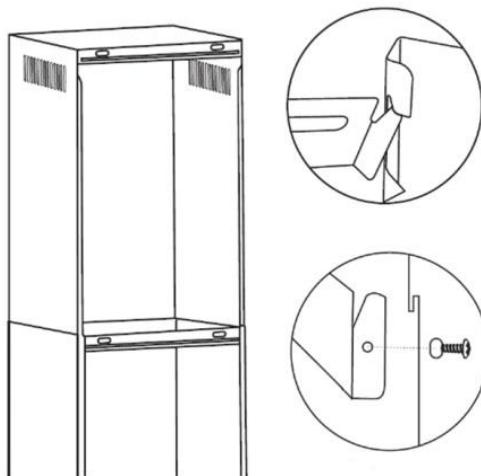
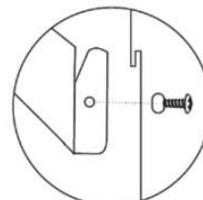

Fig. 1
Fig. 2
20. Pour le montage du panneau de conduit intérieur, il existe deux possibilités : Suspendez les panneaux de conduit extérieur et intérieur dans les supports (Fig. 1). ou Vissez le panneau de conduit intérieur avec 2 vis de chaque côté du support (Fig. 2). Suspendez le panneau de conduit extérieur dans le support.